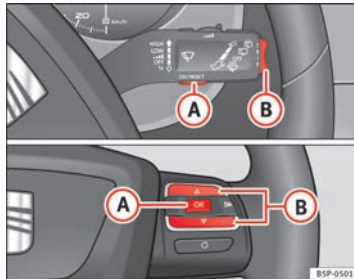

Abb. 43 Wipptasten A und B. Bedienelemente am Lenkrad.
In der Multifunktionsanzeige (MFA) kann durch Betätigen der Wipptaste ⇒ Abb. 43 (B) am Scheibenwischerhebel zwischen folgenden Anzeigen gewechselt werden: